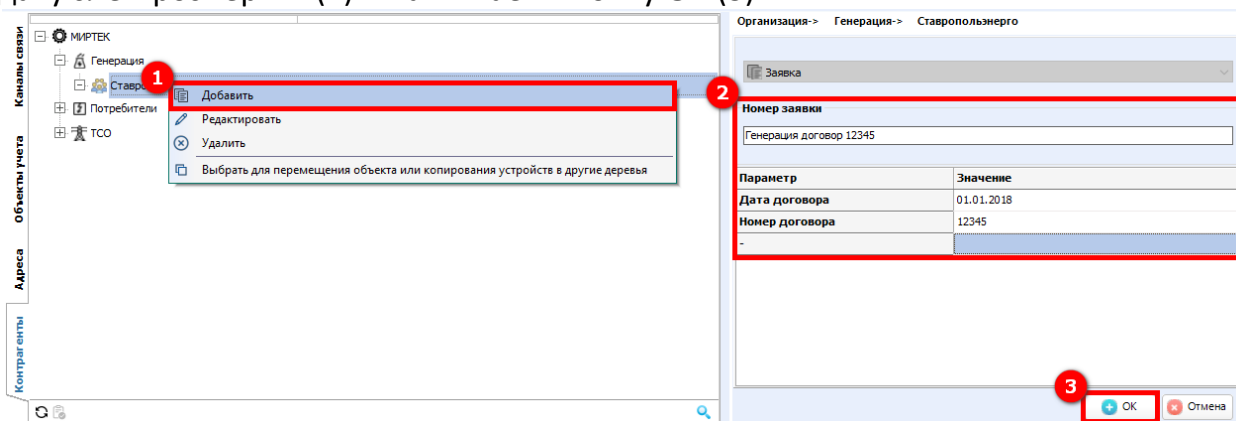

Рисунок 359 – Добавление договора на передачу электроэнергии
Для добавления договора на передачу электроэнергии в контекстном меню выбираем **Добавить** (1) (см. рисунок 359). В открывшемся окне указываем номер и дату договора на передачу электроэнергии (2) и нажимаем кнопку **ОК** (3).